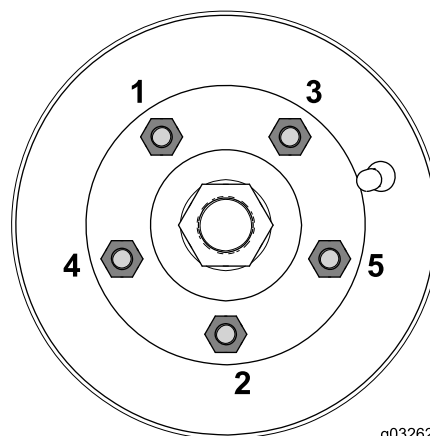

Figura 84
3. Apriete las tuercas de las ruedas a 88 – 115 N·m (65 – 85 pies-libra) en el orden siguiente (Figura 84).